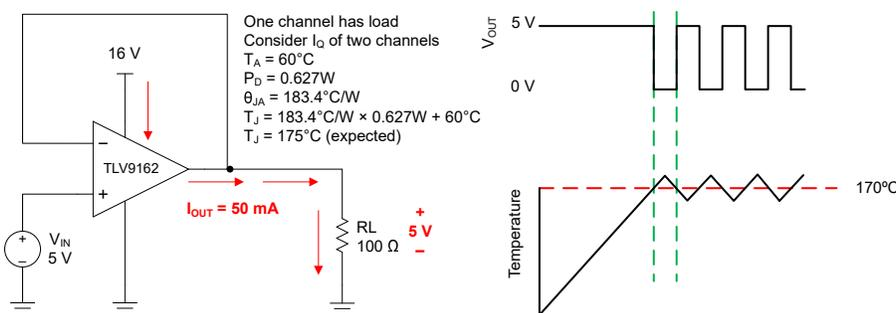

図 6-4. 過熱保護動作
あらゆるアンプは、内部消費電力によって内部（接合部）の温度が上昇します。この現象を「自己発熱」と呼びます。TLV916x の絶対最大接合部温度は 150°C です。この温度を超えると、デバイスが損傷します。TLV916x には過熱保護機能があり、自己発熱による損傷を低減できます。この保護機能はデバイスの温度を監視し、温度が 170°C を超えるとオペアンプの出力ドライブをオフにします。TLV9162 の消費電力 (0.627W) のために自己発熱が大きくなるアプリケーションの例を、図 6-4 に示します。この例では、どちらのチャンネルも静止消費電力を持ち、一方のチャンネルには大きな負荷があります。熱に関する計算から、周囲温度が 60°C の場合、デバイスの接合部温度は 175°C に達することが示されます。しかし、実際のデバイスでは出力ドライブがオフになるので、接合部の温度は安全域に回復します。過熱保護時の回路の動作を、図 6-4 に示します。通常の動作では、デバイスはバッファとして動作し、出力は 5V になります。自己発熱によりデバイスの接合部温度が内部制限値を超えた場合、過熱保護機能によって出力が強制的に高インピーダンス状態になり、出力は抵抗 R_L によってグラウンドにプルダウンされます。過剰な消費電力を引き起こした条件が解消されない場合、出力の障害が修正されるまで、アンプはシャットダウン状態とイネーブル状態をいったりきたりします。熱性能は、選択したパッケージと PCB レイアウト設計によって大きく異なる場合があることに注意してください。この例では、TSSOP (8) パッケージの熱性能を使用しています。